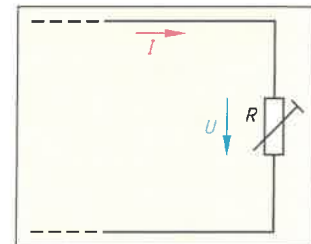

Bild 3: Stromkreisausschnitt
- Die Tabelle zeigt drei Beispiele der Veränderung einer elektrischen Größe im Bild 3. Ergänzen Sie mithilfe des ohmschen Gesetzes für jedes Beispiel die Reaktion der fehlenden Größe.